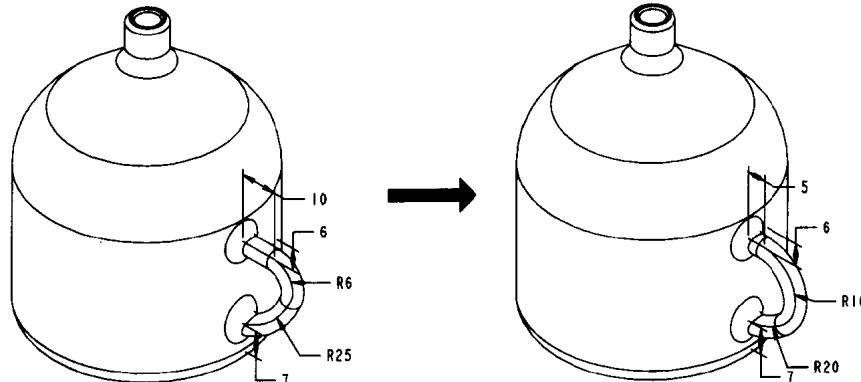

图 1-13
(2) 改变水壶把手造型：如图 1-13 所示，我们可以通过把手尺寸的修改，来改变水壶把手的造型。